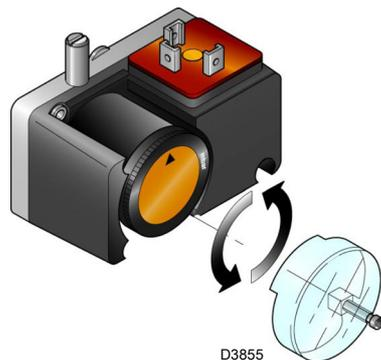

图 32
- 设定最低燃气压力开关（图 32）至量程的起始位置。
在调节燃烧器、燃气阀和阀组稳定器后，再调节低燃气压力开关（图 32）。